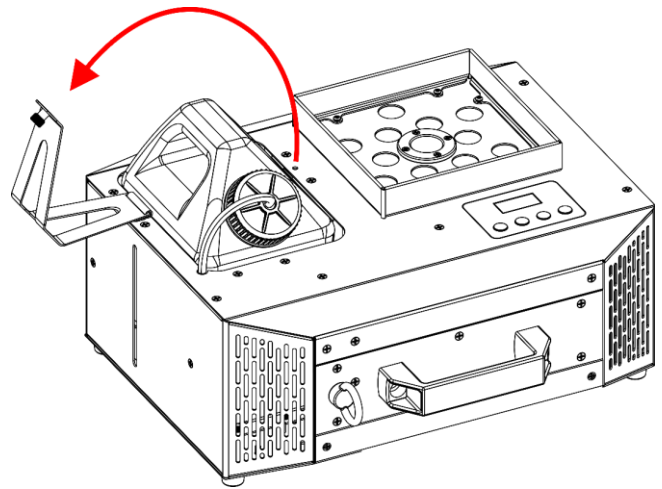

Fig. 29
- 03) Incline el **soporte del depósito de líquido (03)**, como se muestra en la Fig. 29.